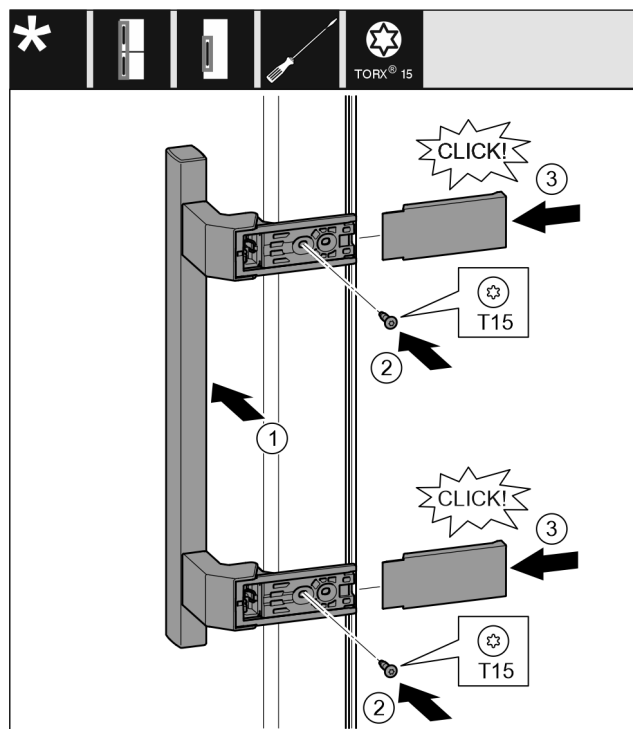

Fig. 18
- ▶ Nasadte madlo na protilehlé straně. Fig. 18 (1)
- ▶ Šroubovákem T15 pevně utáhněte šrouby. Fig. 18 (2)
- ▶ Z boku nasadte a nasuňte kryty. Fig. 18 (3)